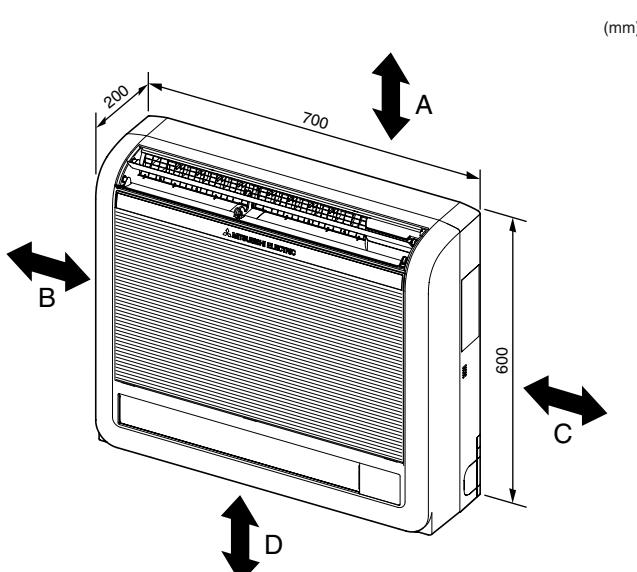

Fig. 2-1
①	Auslaufschauch	1
②	Rohrisolation	1
③	Band	2
④	Montagehalterung für Innenanlage	1
⑤	Befestigungsschraube für ④ 4 × 25 mm	5
⑥	Holzschraube für Befestigung der Innenanlage	4
⑦	Unterlegscheibe von ⑥	4
⑧	Filzband (verwendet für Verrohrung links oder links hinten)	1
⑨	Kabel der MA-Fernbedienung	1
2.1. Außenabmessungen (Innenanlage) (Fig. 2-1)